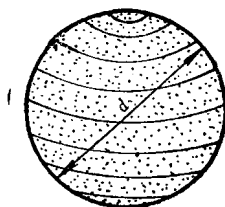

图 10
10. 球罐体构件 (如图 10 所示)。已知外径尺寸 $d = 2500\text{mm}$, $t = 20\text{mm}$, 求作球罐体分带展开图。